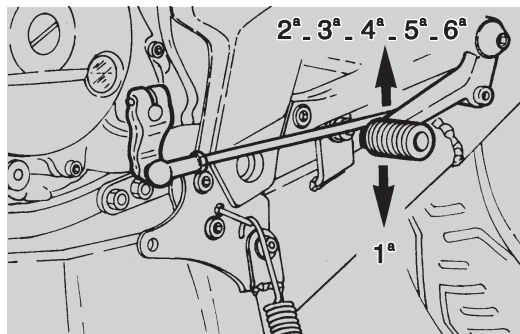

Fig. 25
- avec la poignée de l'accélérateur relâchée et le moteur au ralenti, tirer sur le levier de l'embrayage et enclencher la première vitesse en pressant le selecteur de la boîte de vitesse vers le bas (Fig. 25);